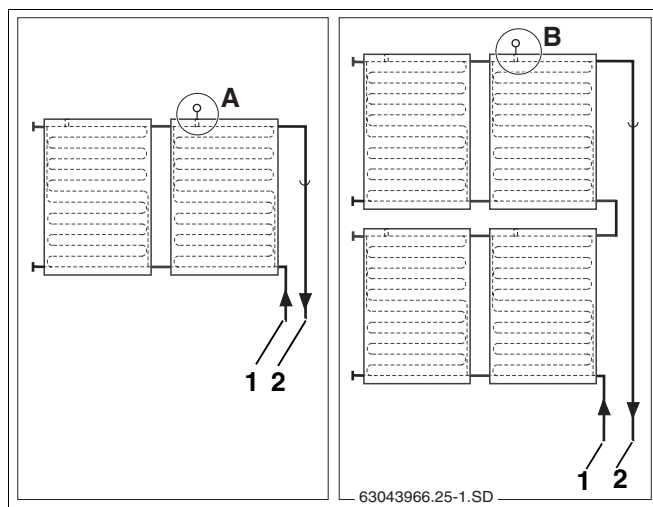

Abb. 53 Einbauort Kollektorfühler (schematische Darstellung)
Beachten Sie den Einbauort bei ein- bzw. zweireihigen Kollektorsystemen (Abb. 53).
Der Kollektorfühler muss im Kollektor mit der angeschlossenen Vorlaufleitung (Abb. 53, **Pos. 2**) montiert werden.
- Einbauort (Abb. 53, **Pos. A**) bei einreihigen Kollektorsystemen.
- Einbauort (Abb. 53, **Pos. B**) bei zweireihigen Kollektorsystemen.